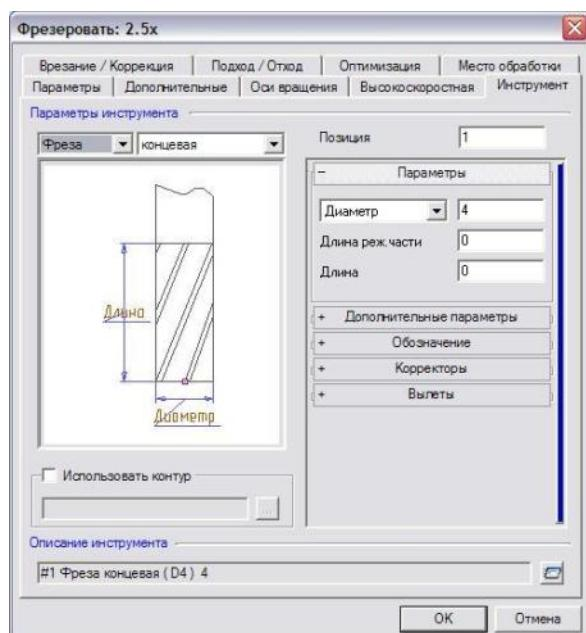

Рисунок 10. Вкладка Инструмент
12. В поле "Параметры – Диаметр", значение **4** (см. рис. 10).